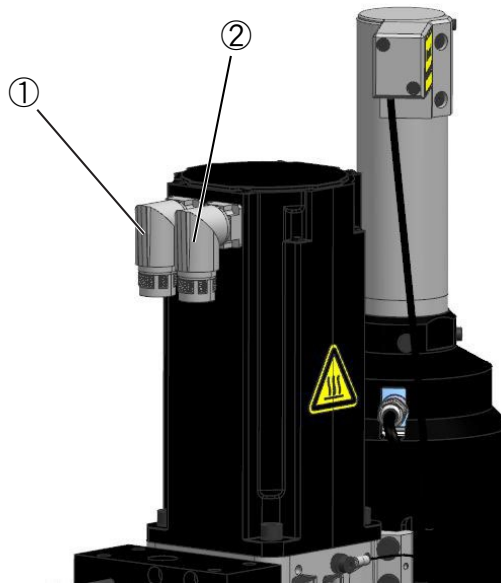

図 11: リニアモーターの接続位置
1. TRT のモーターケーブルのもう一方の端を、リニアモーターのモータ・バスに接続します。(図 11、①)。
3. 制御ケーブルのもう一方の端を、リニアモーターのレゾルババスに接続します。(図 11、②)